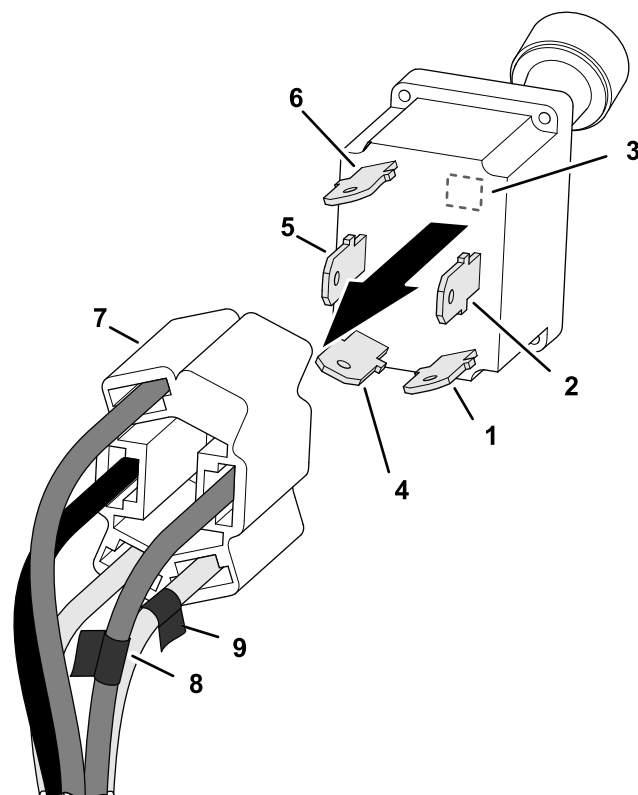

Figure 1
1. Dans le tableau d'identification des circuits ci-après, notez les couleurs des gaines isolantes des fils reliés au connecteur à 5 douilles (Figure 1) et correspondant aux lettres des contacts de la commande de PDF :
- 2. Utilisez du ruban électrique pour repérer les fils du connecteur à 5 douilles alignés sur les contacts des circuits B et C de la commande de PDF (Figure 1).